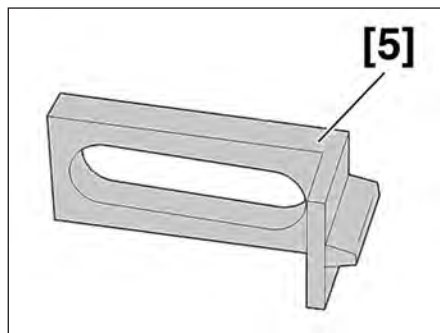

FIG.5
- [5]. Outil de blocage du volant moteur (référence : 0188-F) (Fig.5).